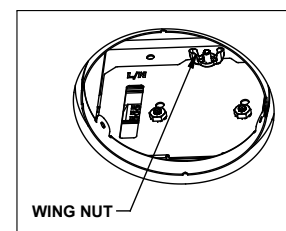

Figure 12
Step 5. Remove wing nut from driver plate to remove driver plate from fixture (Fig. 12). Pull driver plate out while slightly lifting to release lower mounting feet. Once free pull plate towards fixture opening and rotate plate 90° so it will fit through fixture opening. Driver plate rubbing against fire barrier is acceptable.
Paso 5. Retire la tuerca de mariposa de la placa del controlador para retirar el controlador del artefacto (Fig. 12). Tire de la placa del controlador hacia fuera mientras la levanta ligeramente para liberar los pies de montaje inferiores. Una vez libre, tire de la placa hacia la abertura del artefacto y gire la placa 90° para que pase por la abertura del artefacto. El roce de la placa del controlador contra la barrera contra incendios es aceptable.